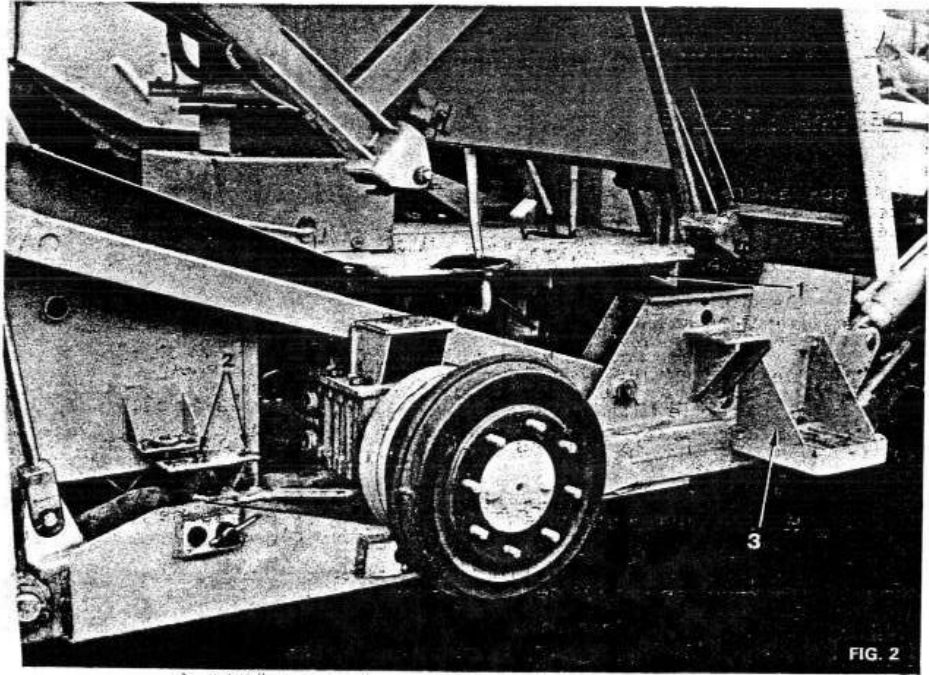

FIG. 2
- 6 - (figure 2) - Retirer les vis (1) et (2) fixant la plateforme aux bâtis.
- 7 - Enlever les quatre vis fixant le marche-pied gauche (3).
- 8 - Débrancher le support (1) du bâti droit.
- 9 - Retirer les vis (2) de la traverse.